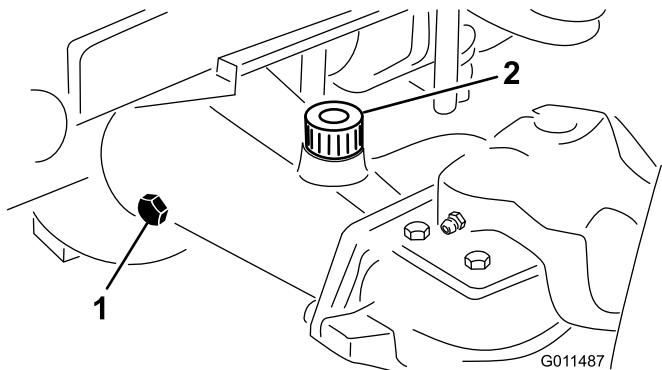

図 13
2. アクスルの一方の端部から点検用プラグ図 13 を抜き、穴の高さまで潤滑油があることを確認する。量が不足の場合は、給油プラグ図 13 をはずして補給する。